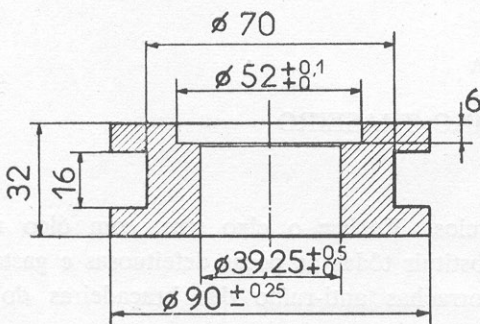

Fig. 10
- Colocar no semi-eixo em ordem como segue: o defletor de óleo, o conjunto da placa de retenção, o rolamento, o anel de retenção do rolamento (com o rebaixo no lado do rolamento) e a bucha da prensagem. (Fig. 10).